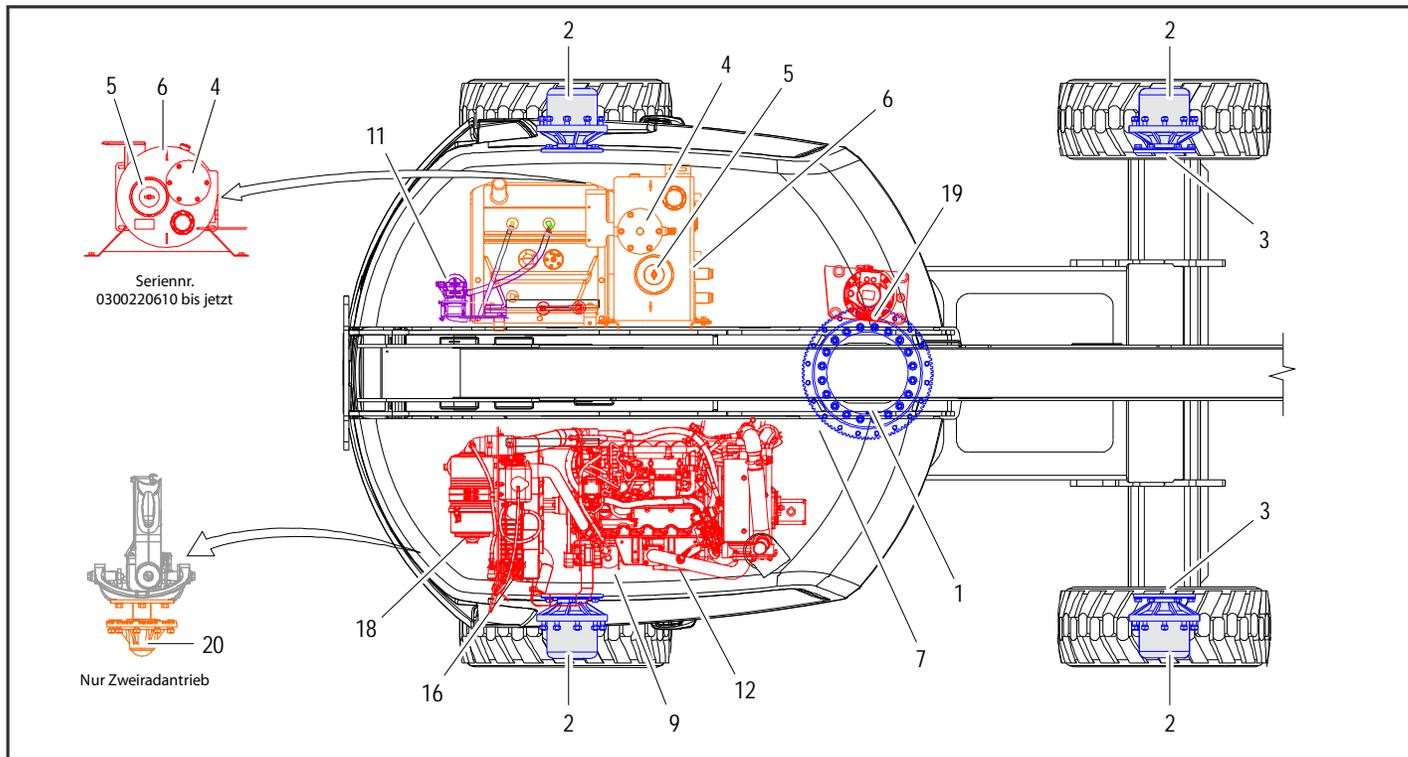

Abbildung 7-8. Abbildung für die Wartung durch das Bedienungspersonal und der Schmierpunkte – Deutz 2,9-I-Motor
**HINWEIS:** Die folgenden Nummern entsprechen den in Abbildung 7-8., Abbildung für die Wartung durch das Bedienungspersonal und der Schmierpunkte – Deutz 2,9-l-Motor dargestellten.